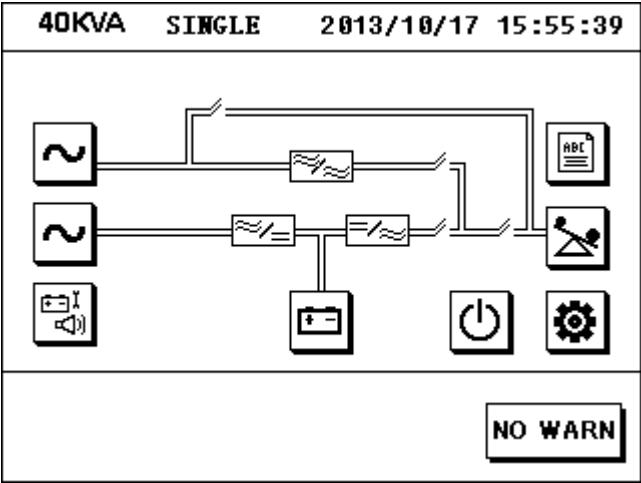

Рис. 4-1: Предстартовое состояние экрана. Все потоки энергии деактивированы в ИБП.
- ❶ Проверьте, что все автоматы и размыкатели ИБП отключены. Подайте входную сеть на ИБП (включите входной сетевой автомат во внешнем щите)
- ❷ Включите автоматы обоих входов ИБП (MAIN BREAKER, BYPASS BREAKER). После нормальной активации дисплея (см рис. 4-1), нажмите на экране в главном интерфейсе пиктограмму вкл/откл “”, выберите «ON» (ВКЛ.) и затем нажмите «YES». Вы также можете запустить ИБП и кнопками - используйте кнопки управления: нажмите кнопку “ON” на панели управления более чем на 1 сек.. В этот момент запускается таймер задержки старта выпрямителя (по умолчанию время задержки 10с.), затем происходит мягкий старт выпрямителя, зелёный индикатор выпрямителя (REC) мигает на светодиодной панели. Через 10 секунд выпрямитель полностью запускается и начинает работать, зелёный светодиод REC горит постоянно. Затем автоматически происходит мягкий старт инвертора, зелёный светодиод инвертора (INV) мигает, и затем через 3 секунды инвертор начинает работать нормально. ИБП подаёт питание с инвертора на выход.